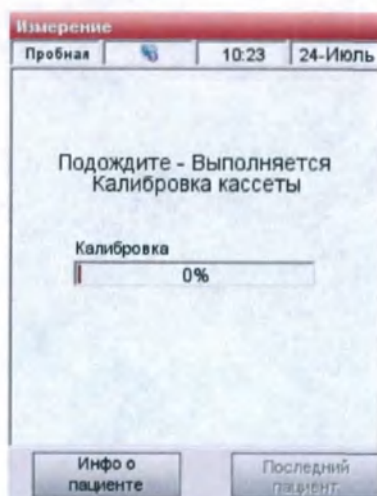

Рис.5-18 Информация о пациенте
12. Вы можете ввести информацию о пациенте во время калибровки, нажав кнопку <Информация о пациенте> (Рис. 5-18).